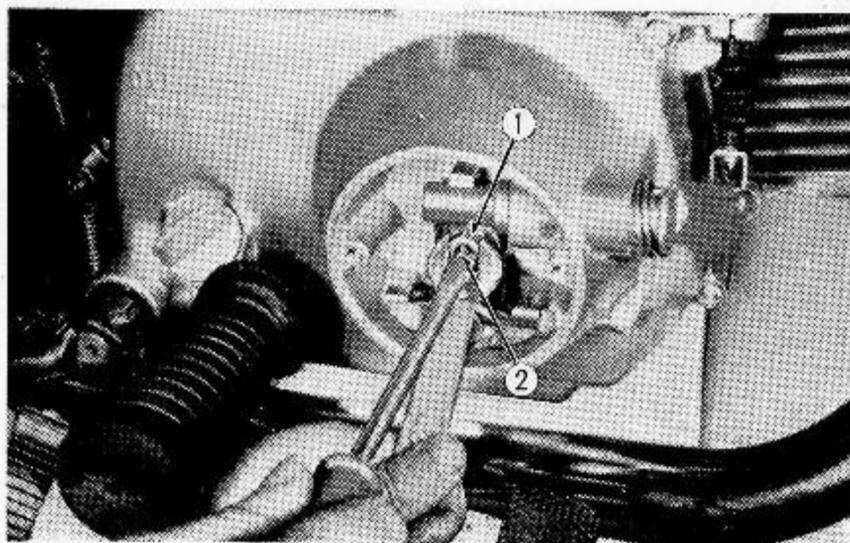

Abb. 6.17 Kupplung einstellen
2. Zur Einstellung wird der Kupplungsdeckel abgenommen, die Gegenmutter gelöst und die Schraube eingestellt. (Abb. 6.17)